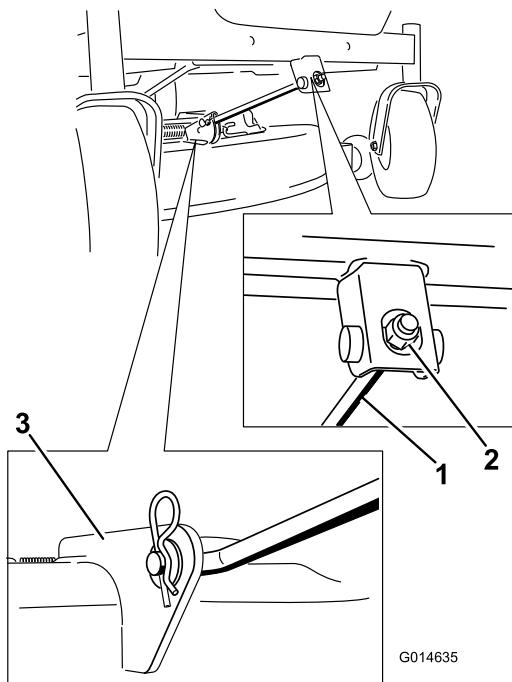

Figura 70
4. Retire el pasador de horquilla de la varilla de soporte delantera y retire la varilla del soporte de la carcasa (Figura 70).
| 6. Para carcasas de 152 cm (60"), retire los 2 muelles de elevación de la carcasa (Figura 70). | |
7. Conecte la varilla de soporte delantera a la carcasa de corte con el pasador y la chaveta (Figura 70).